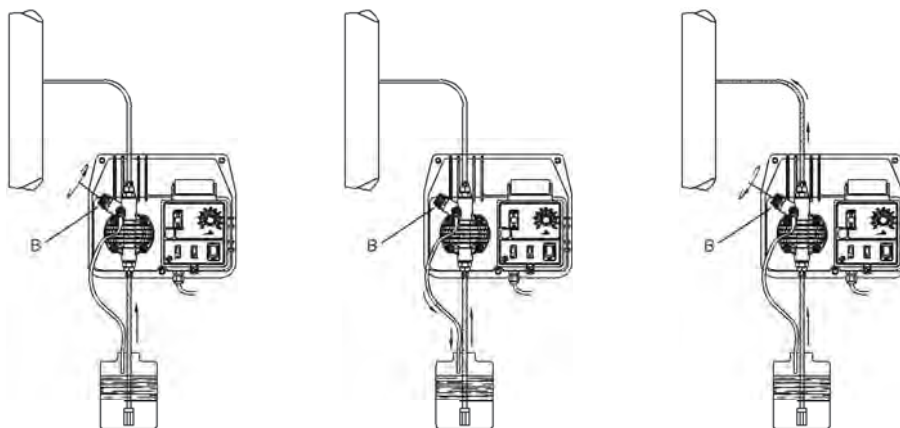

Fig. 8
- f. Engrenage de la pompe : si la pompe est équipée d'une soupape de vidange raccorder le tube de refoulement et suivre la séquence illustrée dans la fig. 8.